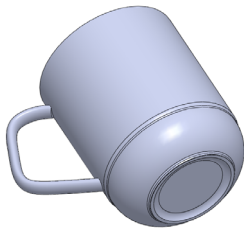

图 8-53 打开素材模型
(1) 单击常用工具栏中的【打开】按钮, 打开一幅素材模型, 如图 8-53 所示。